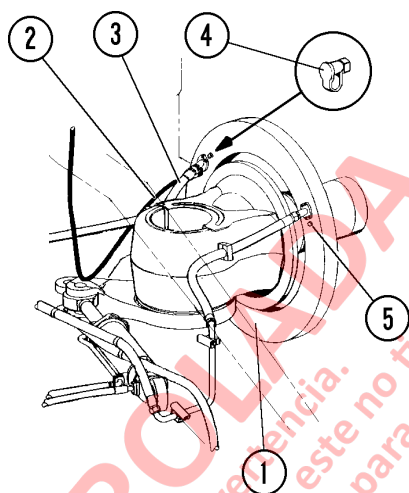

FIGURA 5-3. INSTALACIÓN DEL INDICADOR DE DESGASTE DEL DISCO DE FRENO
4. Retire el tapón del O-ring de cabeza hexagonal del puerto (5, Figura 5-3). Inserte, rápidamente, la herramienta indicadora de desgaste de freno y apriétela firmemente.